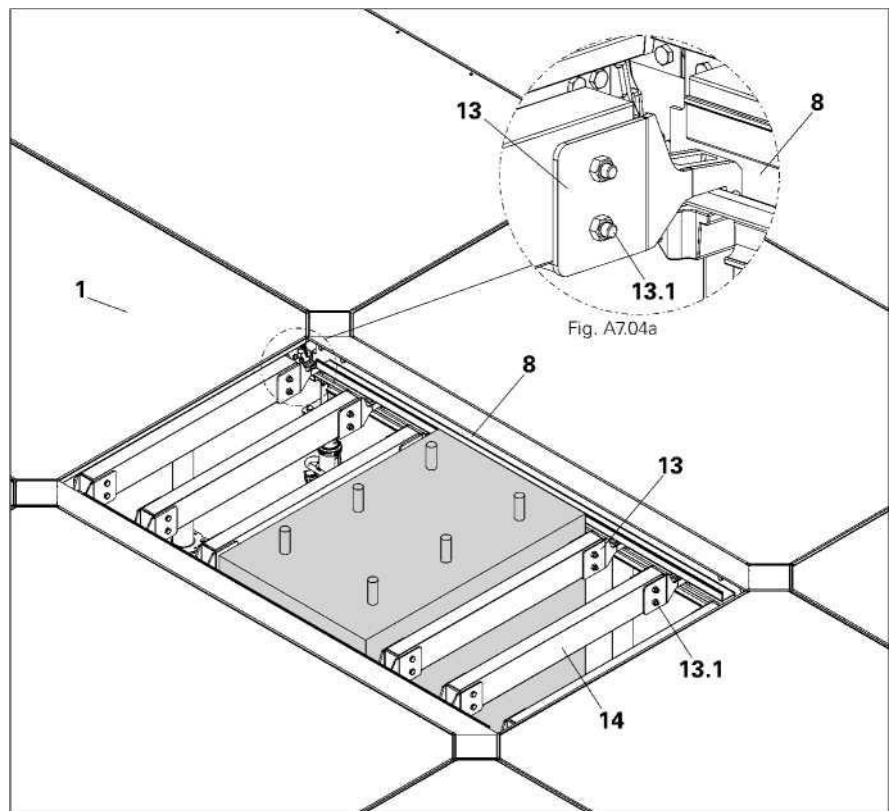

Fig. A7.04
6. Colocar montagens semelhantes do extremo do painel voltadas para cima até ao pilar. (Fig. A7.04)